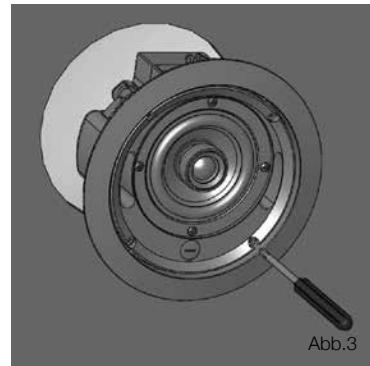

Abb.3
4. Führen Sie die Lautsprecher-Baugruppe von unten in die Öffnung ein und ziehen Sie die Schrauben an der Vorderseite des Lautsprechers an, um die Montageflügel aufzuspreizen. Ziehen Sie die Schrauben an, bis der Lautsprecher fest sitzt. Bei Verwendung eines Akkuschraubers empfiehlt Tannoy ein Drehmoment von 1,5 Nm. (Abb.3)